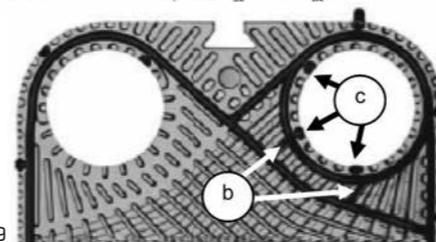

Abb. 9
Diagonale und der Runddichtung (Fig.9 b). Anschließend, wie in Abschnitt 5.7.3 angegeben, die Dichtung, abgesehen vom Dichtungsring, verkleben.
- Modelle mit Plug-Ins® auf den Innenseiten der Runddichtungen: Schneiden Sie die Plug-Ins® auf den Innenseiten der Runddichtungen, für die keine Aussparung vorhanden ist, mit einer Schere ab (Abb. 9 c). Anschließend, wie in Abschnitt 5.7.3 gezeigt, nur die Anschlusspunkte zwischen Diagonale und Runddichtung verkleben.